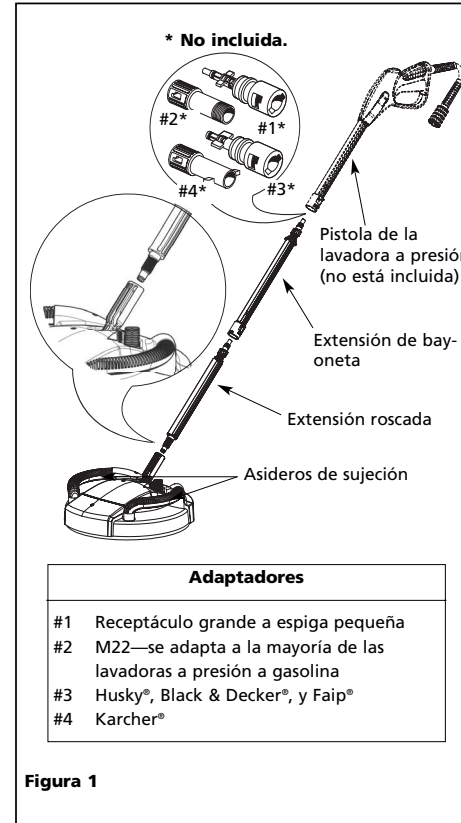

Figura 1
1. Conecte la extensión roscada a la base del limpiador de superficies. **No apriete en exceso.** La base debe girar fácilmente alrededor de la extensión como se muestra en la Figura 1.
2. Conecte la extensión de bayoneta a la primera extensión y a la base. Deslice la conexión de la bayoneta en el receptáculo de extensión. Gire hacia la derecha, como se muestra en la Figura 1.
3. Conecte el adaptador que calce en la pistola de su lavadora a presión como se muestra en la Figura 1. No se necesita adaptador cuando el limpiador Deck 'N Drive se usa con la mayoría de las lavadoras a presión eléctricas Campbell Hausfeld.
4. Conecte a la pistola de su lavadora a presión como se muestra en la Figura 1.